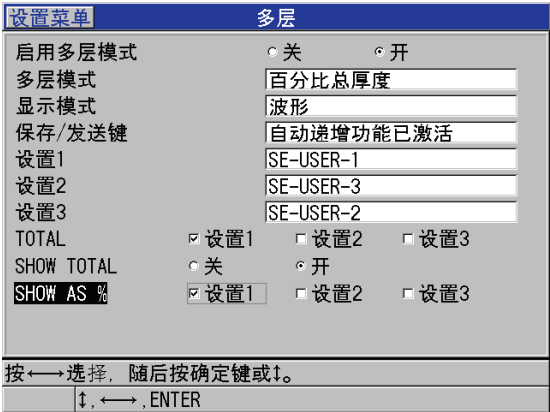

图 7-10 在百分比总厚度模式下设置多层测量参数
- 2. 在**多层**屏幕下（第 91 页的图 7-10）：